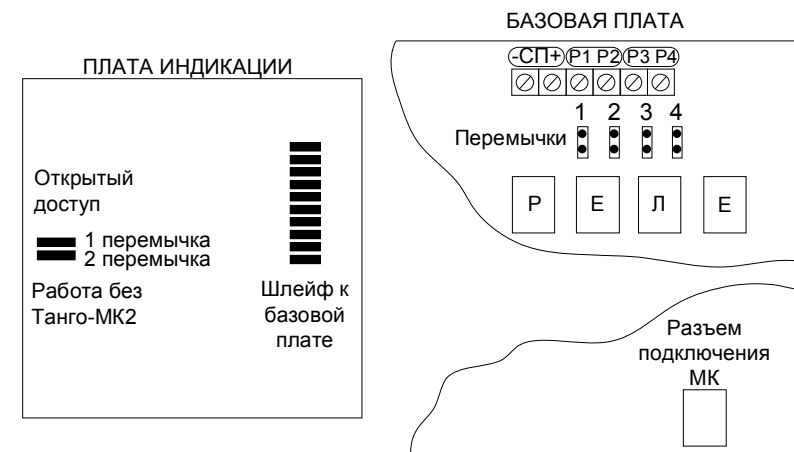

Рисунок 12. Внешний вид базовой платы и платы индикации
Режим доступа устанавливается переключателем №1 на базовой плате ПУ (рис.12). Если переключатель установлен, то доступ к органам управления по электронному ключу не требуется, если переключатель снят - для управления ПУ требуется электронный ключ.
Используется при объединении внешними переключателями нескольких выходов речевого сигнала с целью исключения возможности закорачивания между собой выходов микрофона и фонограммы. Обеспечивается удалением одной или нескольких переключателей №1, №2, №3, №4 на базовой плате ПУа (рис. 12). Переключатель №1 относится к первому выходу речевого сигнала, №2 – ко второму, №3 – к третьему, №4 – к четвертому. При объединении нескольких выходов в группу, переключатель должна быть установлена только для одного из выходов группы, для других она должна быть снята. Например, при объединении внешней переключателем выходов «P1» и «P2» должна быть оставлена только одна из переключателей - №1 или №2, для трансляции микрофона нужно активировать тот выход, на котором оставлена переключатель. Когда все выходы объединены - должны быть удалены 3 переключателя из четырех. Если оставлена переключатель №1, то трансляция микрофонных сообщений во все зоны оповещения будет осуществляться при активации выхода «+Вых.1-». Если все выходы используются отдельно, то должны быть установлены все 4 переключателя.
**Работа с открытым доступом.** Режим работы оператора без применения электронных ключей для доступа к органам управления базового блока и микрофонной консоли. Устанавливается переключкой 1 на плате индикации ПУ (рис. 12).
**Объединение выходов.** Функция, используемая при объединении выходов речевого сигнала внешними проводными переключками. Для объединенных выходов должна быть исключена возможность одновременной подачи сигналов микрофона и фонограммы. Обеспечивается удалением соответствующих переключек на базовой плате ПУ (рис. 12).